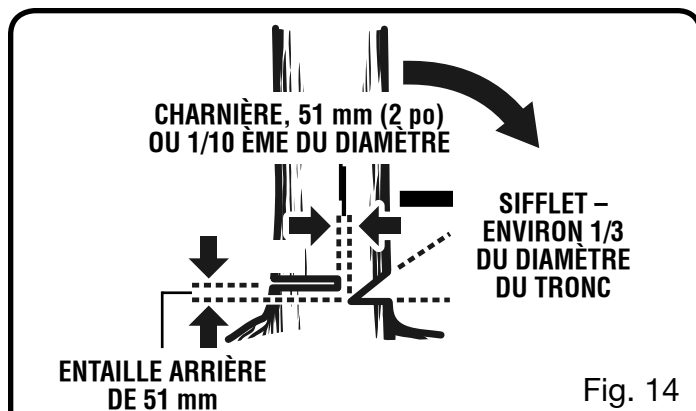

Fig. 14
- **Entaille de dessous.** Pratiquer une entaille d'environ le tiers du diamètre du tronc, perpendiculairement à la ligne de chute. Veiller à ce que les entailles du sifflet se rejoignent à angle droit par rapport à la ligne de chute. Le sifflet doit être taillé de façon à présenter une ligne droite. Pour empêcher le pincement de la scie sous le poids du bois, toujours effectuer l'entaille inférieure en premier. *Voir la figure 14.*
- **Entaille d'abattage.** L'entaille d'abattage doit toujours être de niveau et horizontale et effectuée à au moins 51 mm (2 po) au-dessus de l'entaille horizontale du sifflet. *Voir les figures 14 et 15.*
- Ne jamais couper jusqu'au sifflet. Toujours laisser une épaisseur de bois d'environ 51 mm (2 po) ou 1/10ème du diamètre du tronc entre l'entaille d'abattage et le sifflet. Ceci s'appelle une « charnière ». Cette charnière contrôle la chute de l'arbre et empêche le tronc de glisser, de pivoter ou de basculer sur la souche. *Voir les figures 14 et 15.*